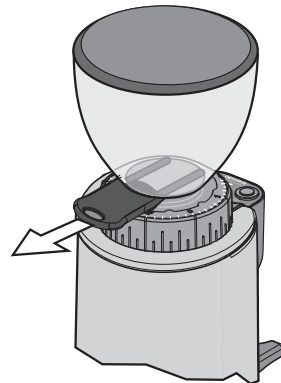

Abb. 8
- ⚠ Vergewissern Sie sich, dass der Kaffeebohnenbehälterverschluss des Kaffeebohnenbehälters vollständig bis zum Anschlag offen ist (letztes Einrasten) (siehe Abb. 8).